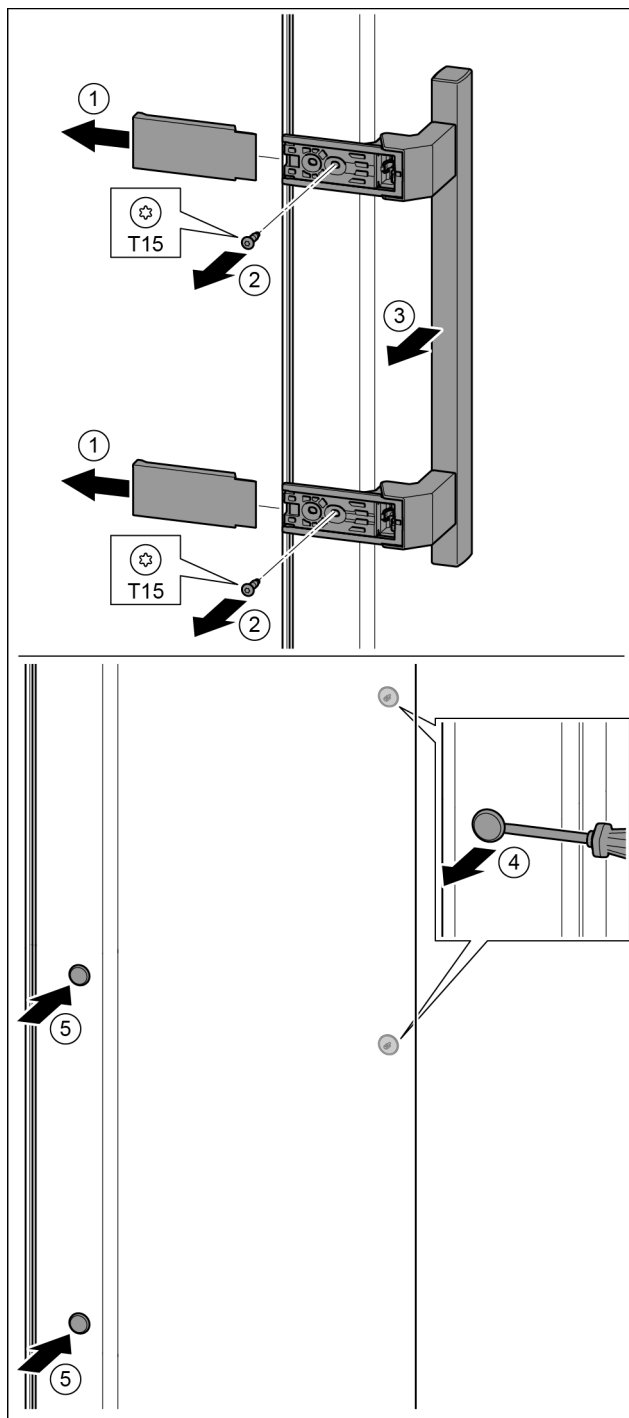

Fig. 18
- ▶ 拆下盖板。Fig. 18 (1)
- ▶ 用 T15 螺丝刀将螺钉旋开。Fig. 18 (2)
- ▶ 取下把手。Fig. 18 (3)
- ▶ 用带槽螺丝刀小心地提起侧边的堵头并将其拉出。Fig. 18 (4)
- ▶ 将堵头重新放入另一个侧。Fig. 18 (5)